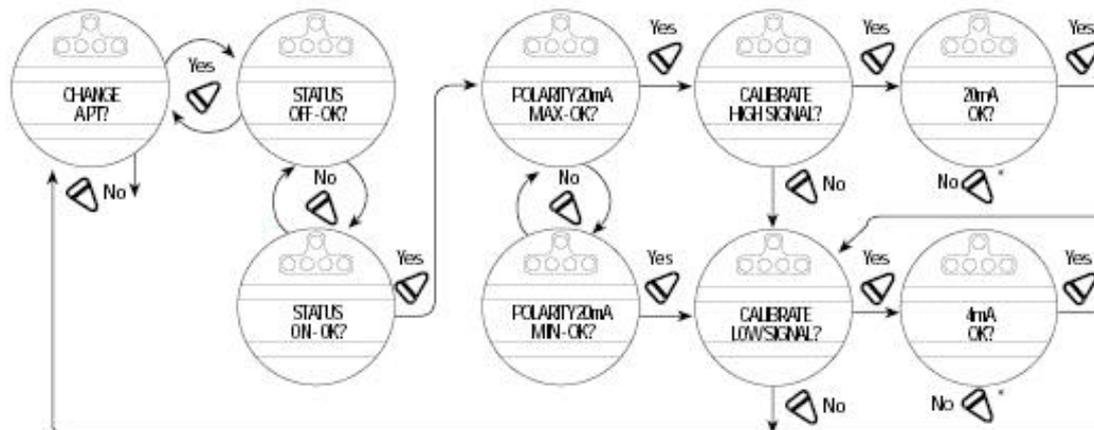

图 11.13 APT 极性 (11.9 节)
11.9 APT (模拟位置变速器) 极性 (任选项) (图 11.13)